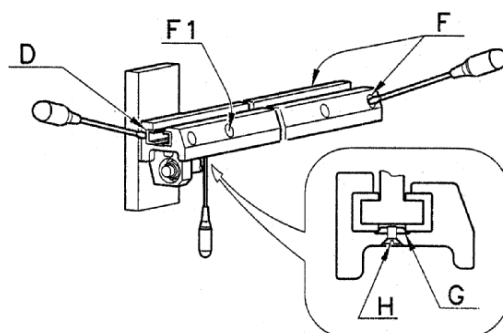

Fig.08
b) Smontaggio dei pattini come illustrato nella **Fig.08**; vale a dire togliendo la vite **H** e la rondella **G** per i pattini della posizione **F1**, agendo poi sui pioli per entrambe le posizioni (**F** e **F1**). Il pattino situato verso la forca (pos. **D**) si smonta utilizzando il cacciavite.